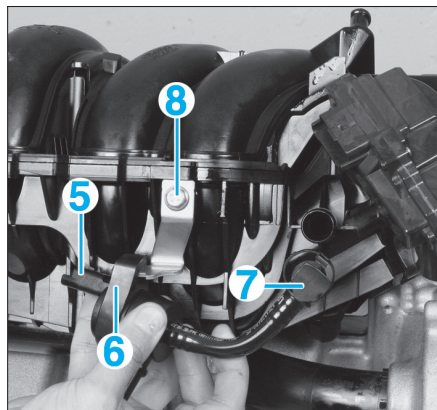

FIG. 56
- le connecteur (5) de l'électrovanne de purge canister (6) (Fig.56),
- la canalisation (7) sur le répartiteur.
- la vis (8) de la patte de l'électrovanne de purge canister,
- l'électrovanne de purge canister (6),